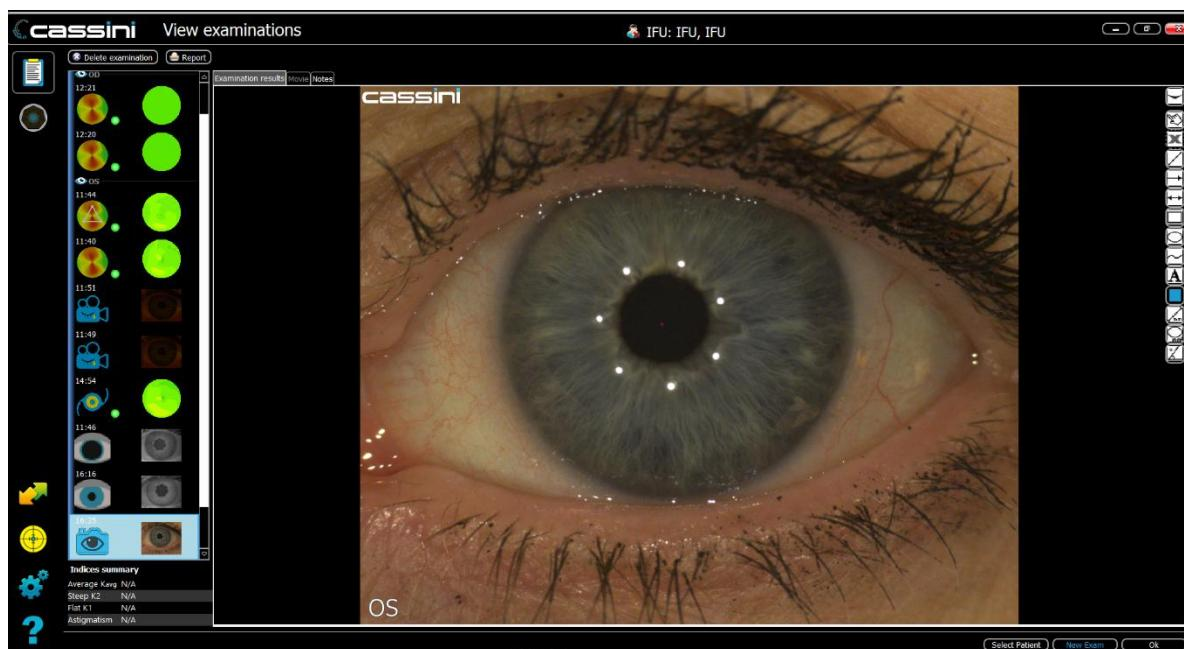

Figura 44: Resultados da External Ocular Photography
8. Os resultados são exibidos conforme ilustrado na Figura 44